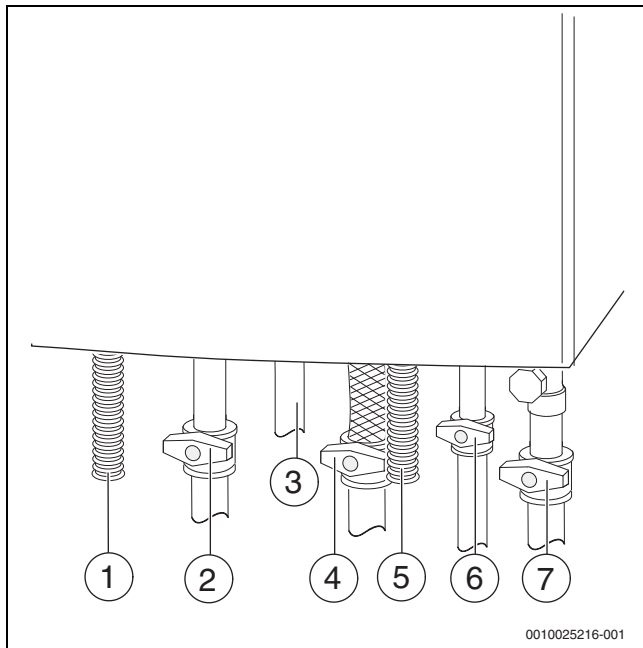

Fig. 26 Conexiones de las tomas de agua y de gas (accesorios)
- ▶ Abrir la llave de agua fría (→ fig. 26) y abrir a continuación un grifo de agua caliente hasta que salga agua.
- ▶ Abrir las llaves de impulsión y de retorno de la calefacción (→ fig. 26).
- ▶ Llenar la instalación de calefacción a 1 hasta 2 bar en el dispositivo de llenado (→ fig. 26) y cerrar el dispositivo nuevamente.